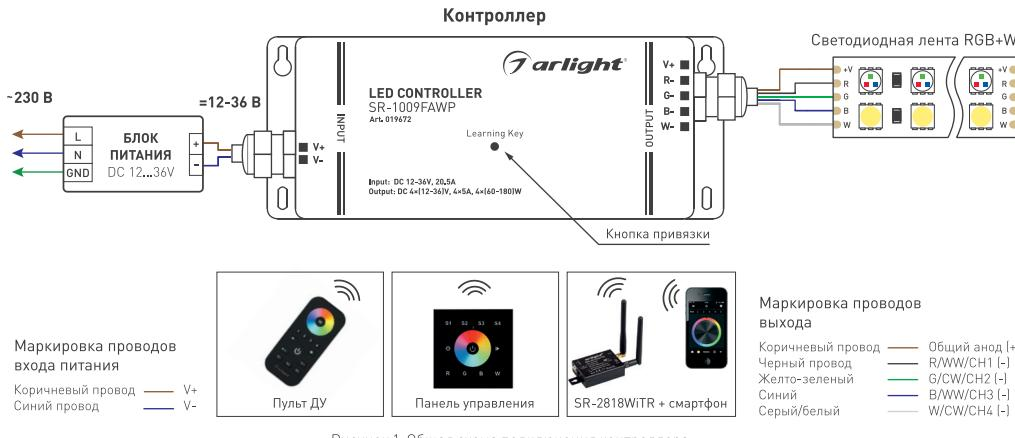

Рисунок 1. Общая схема подключения контроллера.
- Подключите светоизодиодную ленту или другой светоизодиодный источник света к выходу OUTPUT контроллера, соблюдая полярность и цветовую маркировку проводов [Рис. 1].
- Подключите провода входа питания INPUT контроллера к выходу блока питания, соблюдая полярность и цветовую маркировку проводов [Рис. 1].